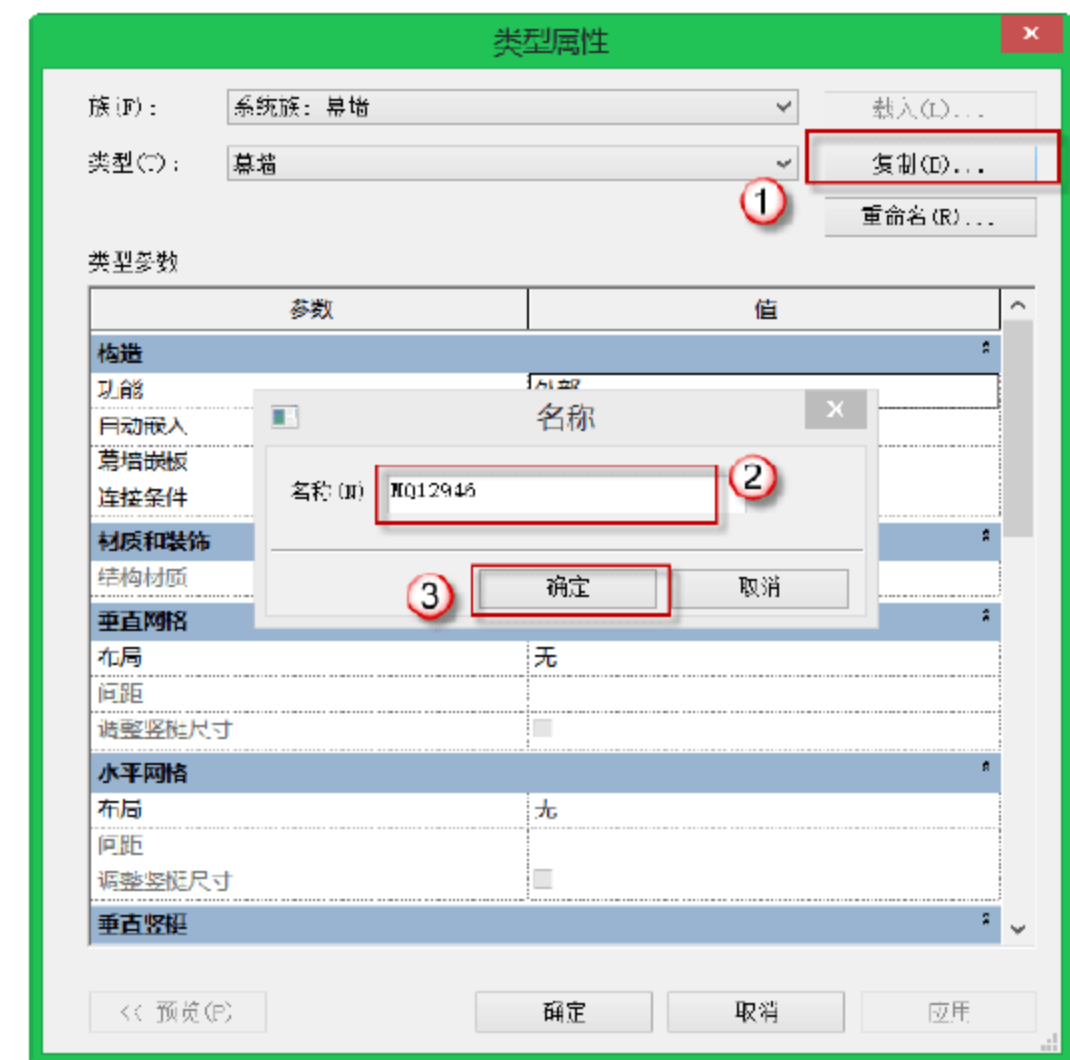
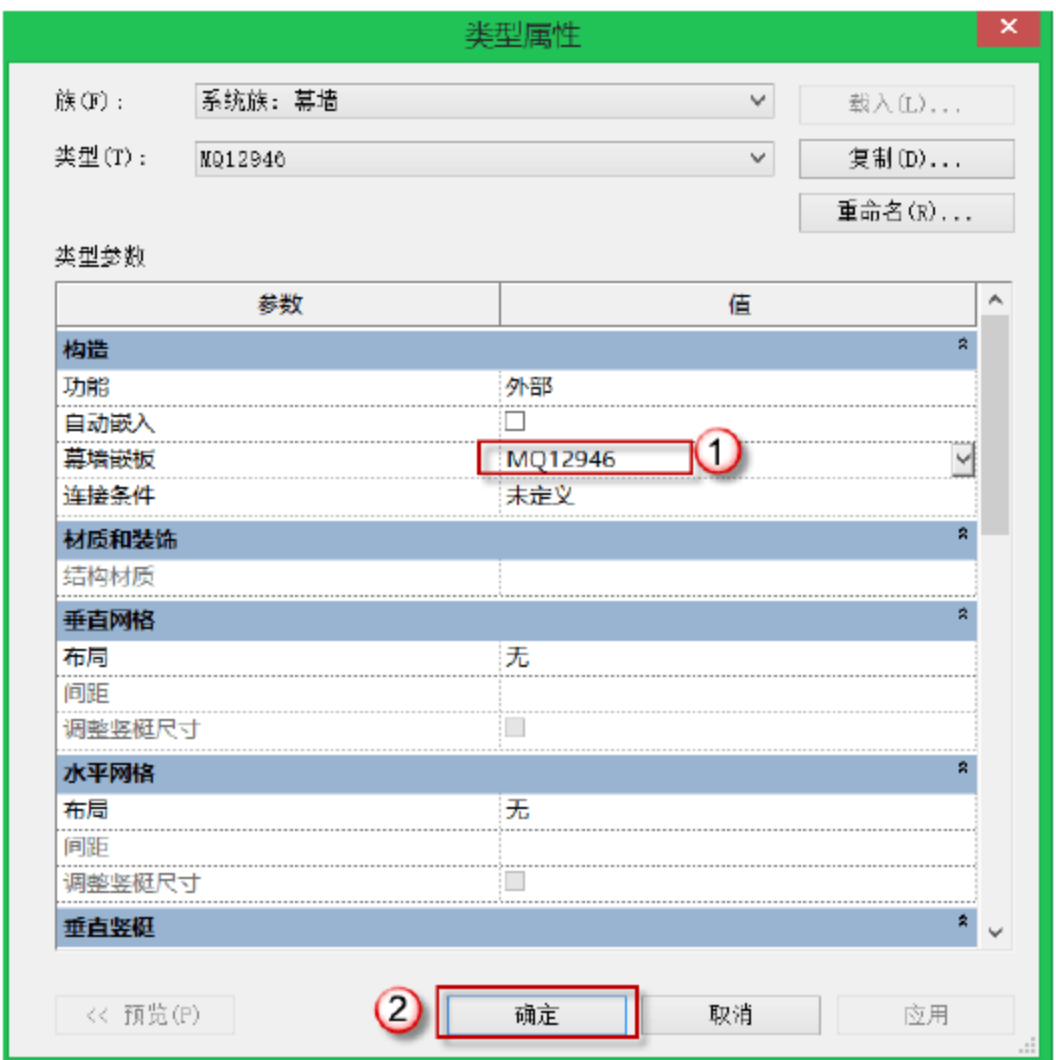

图 10.3.11 复制“MQ12946”族
图 10.3.12 设置“MQ12946”幕墙嵌板
(6) 设定“MQ12946”族类型。选择“建筑”→“墙”→“幕墙”命令，单击“编辑类型”按钮，弹出“类型属性”对话框，单击“复制”按钮，将幕墙名称改为“MQ12946”，最后单击“确定”按钮，如图 10.3.11 所示。在“类型属性”对话框中单击幕墙嵌板参数右边值的单元格下拉按钮，选择“MQ12946”，完成后单击“确定”按钮，如图 10.3.12 所示，这样就完成了“MQ12946”族类型的设定。